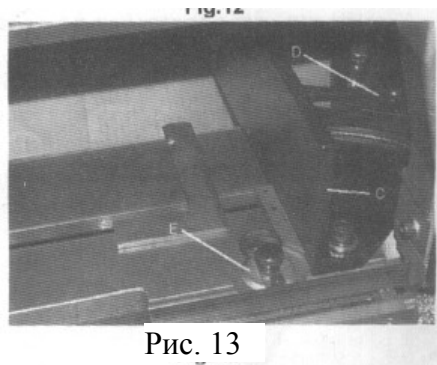

Рис. 13
1. Поверните правую губку тисков (C) Рис.13. полностью вправо и замкните подпружиненную зажимную рукоятку (D).
2. При помощи комбинированного угольника (E), поместите один конец угольника на губку тисков, а другой конец на полотно, как показано на Рис. 13. Проверьте визуально, чтобы губка тисков находилась под углом 90 градусов к полотну.